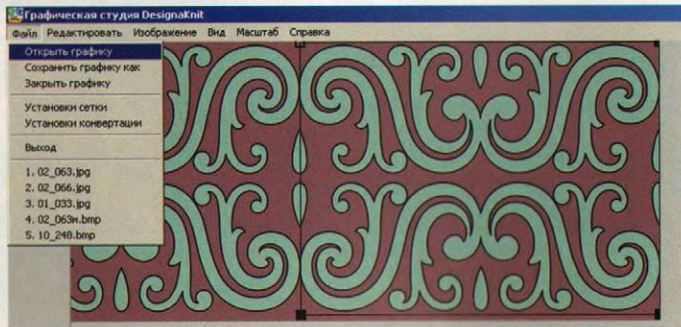

рис. 13
1. Выбираем в верхнем меню «ФАЙЛ» – «ОТКРЫТЬ ГРАФИКУ». Если нужно выделить фрагмент рисунка, то определяем ее с помощью кнопки «Выделить область рисунка» (рис. 13).